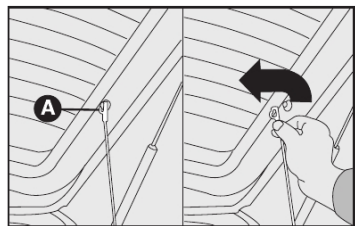

fig. 67
1) Soltar as extremidades superiores A-fig. 67 dos dois tirantes, desprendendo as argolas dos pinos.